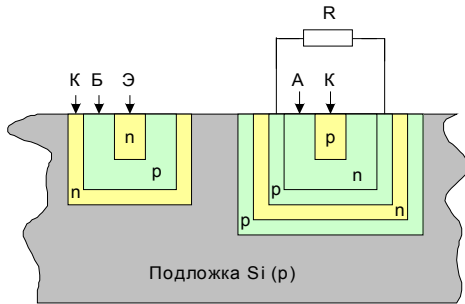

Рис. 151
3) Элементы и компоненты полупроводниковых ИМС. Основой полупроводниковой ИМС является подложка из кремния обычно р-типа проводимости. В основе изготовления полупроводниковых ИМС лежит диффузионно-планарная или эпитаксильно-планарная технология. Оба эти метода предусматривают создание внутри полупроводника (т. е. в подложке) островков с чередующимися слоями р- и n-типа проводимости (смотрите рис. 151, 152).